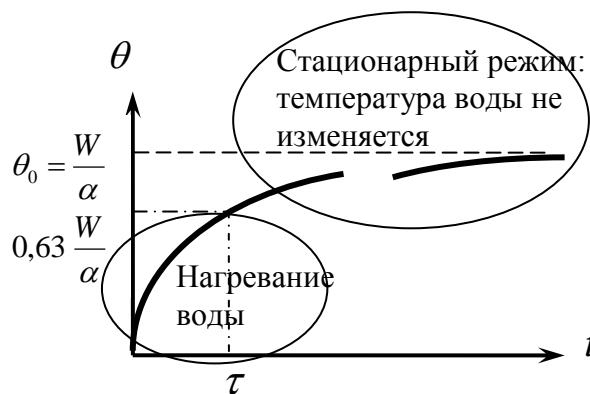

Рис. 4. Изменение температуры воды при нагревании. Вид зависимости (6).
2. Постройте графики зависимости показаний милливольтметра от времени для двух масс воды (пример на рис.4). В начале эксперимента (1-3 мин) график будет существенно нелинейным, потому что некоторое время потребуется на разогрев самого нагревателя, но потом пойдет равномерный нагрев воды. При выводе формулы (2) мы пренебрегли потерями тепла в калориметре. Но график зависимости показаний милливольтметра от времени при нагрева-
5. Рассчитайте теплоёмкость воды по формуле (5). Сравните значение полученной теплоёмкости с табличным значением (см. приложение 2).
6. Для оценки теплообмена установки с окружающей средой выберите 10 – 15 точек в конце эксперимента (в одном и том же интервале температур для обеих масс воды – см. рис.4, участок В). Определите скорость изменения температуры на этих линейных участках графика для каждой массы воды  $g$ , запишите в таблицы. Определите среднюю температуру на этом участке  $T_l$ .
Рассмотрим температурный ход нагрева воды одного объема. В достаточно малой окрестности температуры  $T_l$  (рис.4) можно представить часть кривой температурного хода отрезком прямой. Тогда мы можем предположить, что на этом участке температур (вблизи  $T_l$ ) теплообмен с окружающей средой примерно постоянный и равен  $\alpha(T_1 - T_0)dt$ . Перепишем уравнение теплового баланса (1) в виде:
На рис. 4 представлен график зависимости изменения температуры от времени при нагревании, например, воды, с учетом потерь тепла в окружающую среду за счет теплообмена. Если у нас маломощный нагреватель, вода никогда и не закипит: ее температура установится  $T(t) = T_0 + \frac{W}{\alpha} < 100^\circ\text{C}$ : в формуле (6) если время наблюдения достаточно большое, то значение  $\exp\left(-\frac{t}{\tau}\right)$  стремиться к нулю. Время